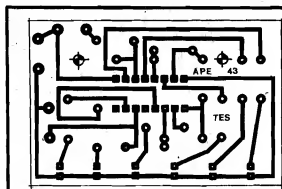

Fig.2
- FIG. 2 - LAY OUT ESPECÍFICO DO CIRCUITO IMPRESSO - O padrão cobreado da plaquinha é simples e não deverá gerar grandes dificuldades à confecção por parte do Leitor, mesmo se este for um principiante. A figura mostra